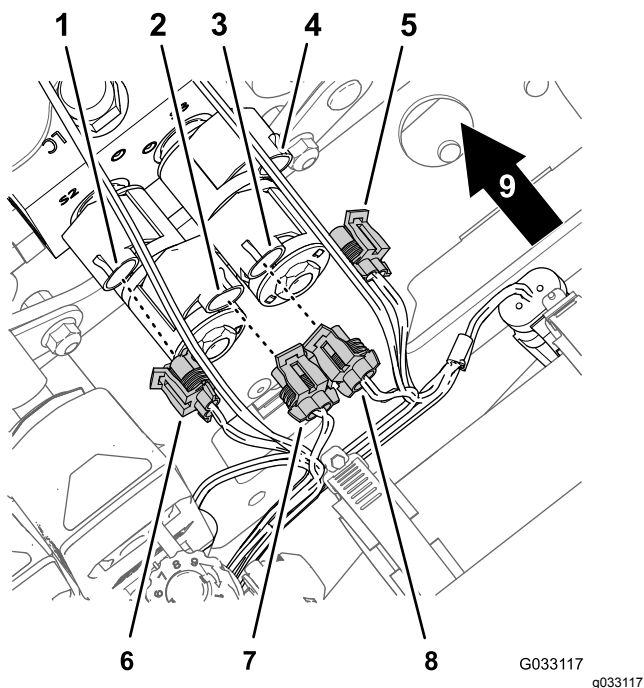

Figura 17
- Desconecte los conectores hembra de 2 vías del arnés de cables para el kit de acabado del brazo sónico (Figura 17) de los conectores de 2 pines de los solenoides del distribuidor del cilindro de elevación del siguiente modo: